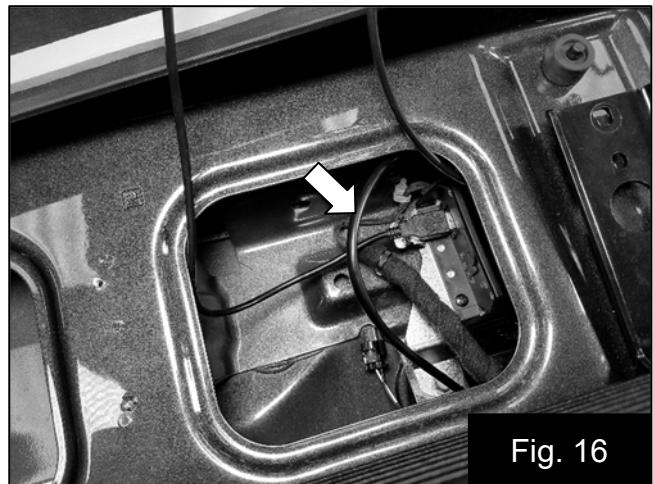

Fig. 16
27. Fixez le câble de contrôleur supplémentaire en place avec des attaches métalliques. Fig. 16